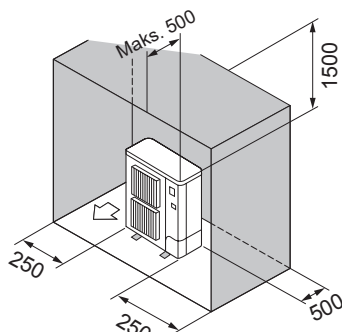

Fig. 2-12
- ⑥ Hindringer kun bak, på sidene og over (Fig. 2-12)